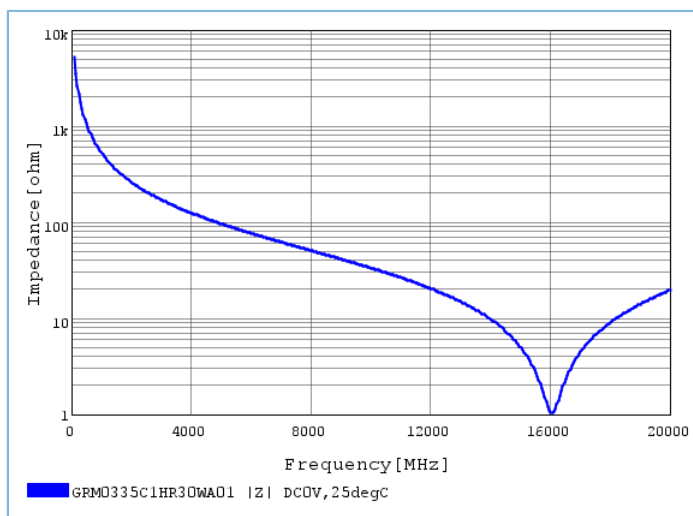

图 3-20 GRM0335C1HR30WA01 电容阻抗特性曲线
- GR5331 系列的 RF 匹配电路中使用的 $0.3\ \text{pF}$ 电容能够有效抑制 7 次谐波。该电容布局时，应尽量靠近 RF_TX 引脚放置，其推荐型号为 GRM0335C1HR30WA01。如图 3-20 所示，GRM0335C1HR30WA01 电容在 7 次谐波附近具有最低的阻抗特性。